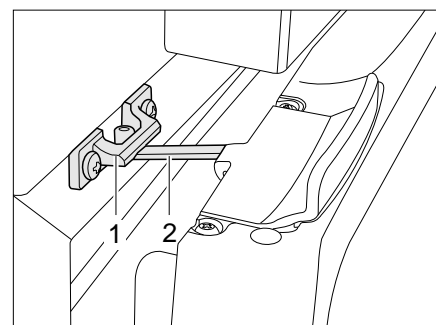

Bild 207 Kühlschranktür in Lüftungsstellung (Thetford)
■ Verriegelung (Bild 207,2) aufklappen und in der Verriegelungsaufnahme (Bild 207,1) einrasten. Die Kühlschranktür bleibt damit leicht geöffnet.